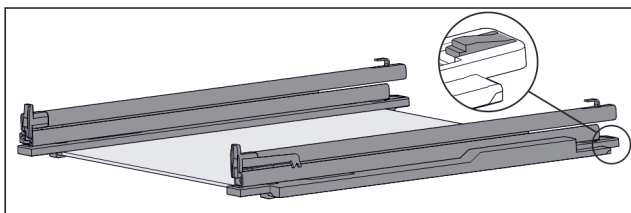

Fig. 116 Glasplaat met rails en vasthouddelen
- Vasthouddel achter omlaag duwen (zie Fig. 116) en tegelijk rails naar achteren schuiven.